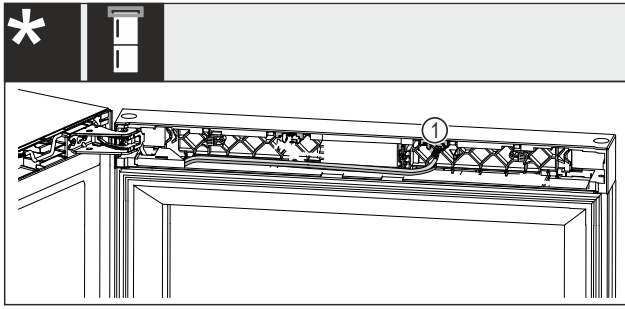

Fig. 25 Combine frigorifice pentru vin*
► Extrageți fișa Fig. 25 (1) din locaș.*